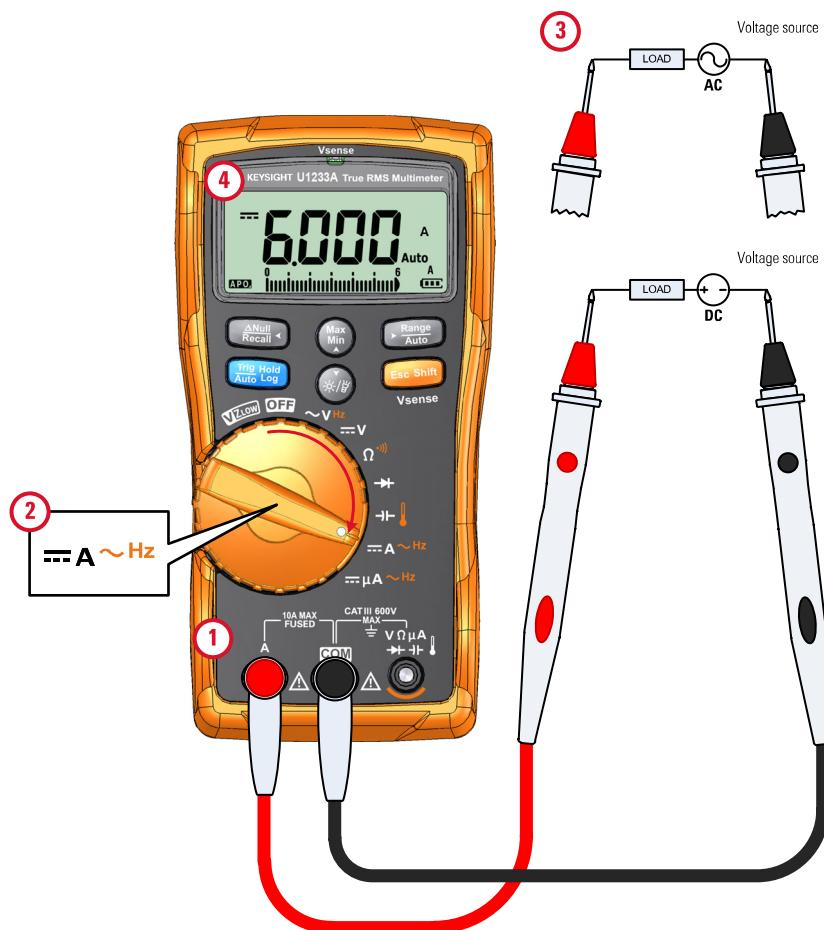
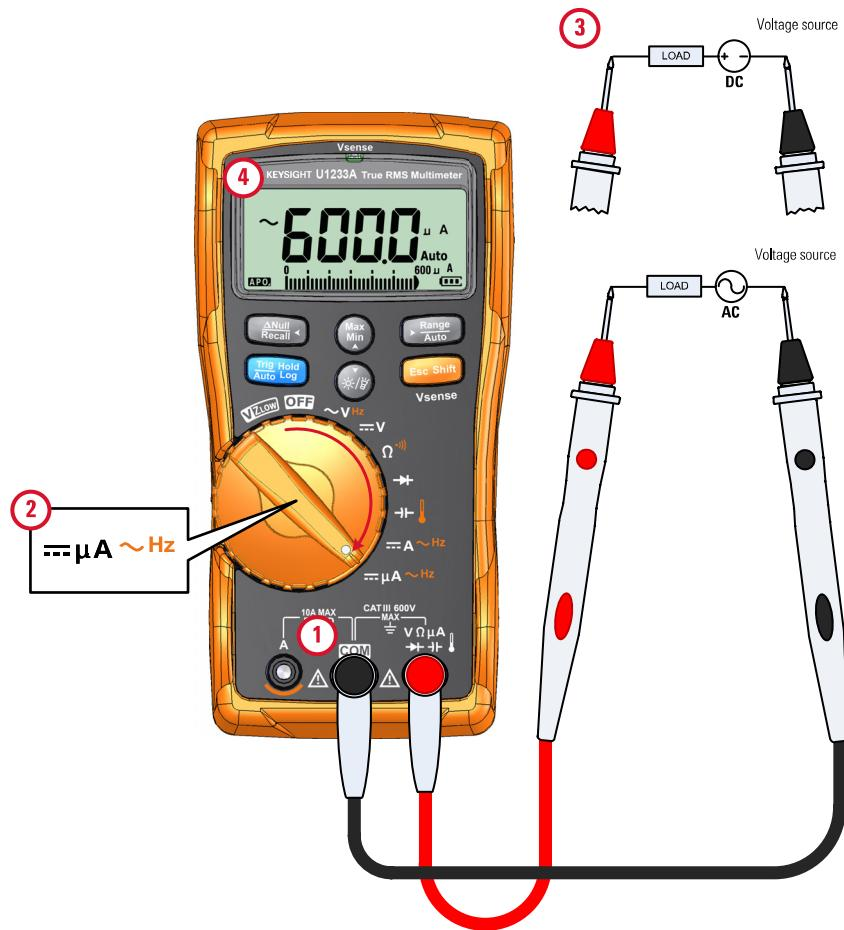

Figura 2-24 Medición de corriente de CC/CA (hasta A)
Figura 2-25 Medición de corriente de CC/CA (hasta μ A)
Configure el multímetro para medir corriente de CA o CC como se muestra en la Figura 2-24 y en la Figura 2-25. Controle los puntos de prueba y lea la pantalla.
- 1 Configure el multímetro para hacer mediciones de μA como se muestra en la Figura 2-25.